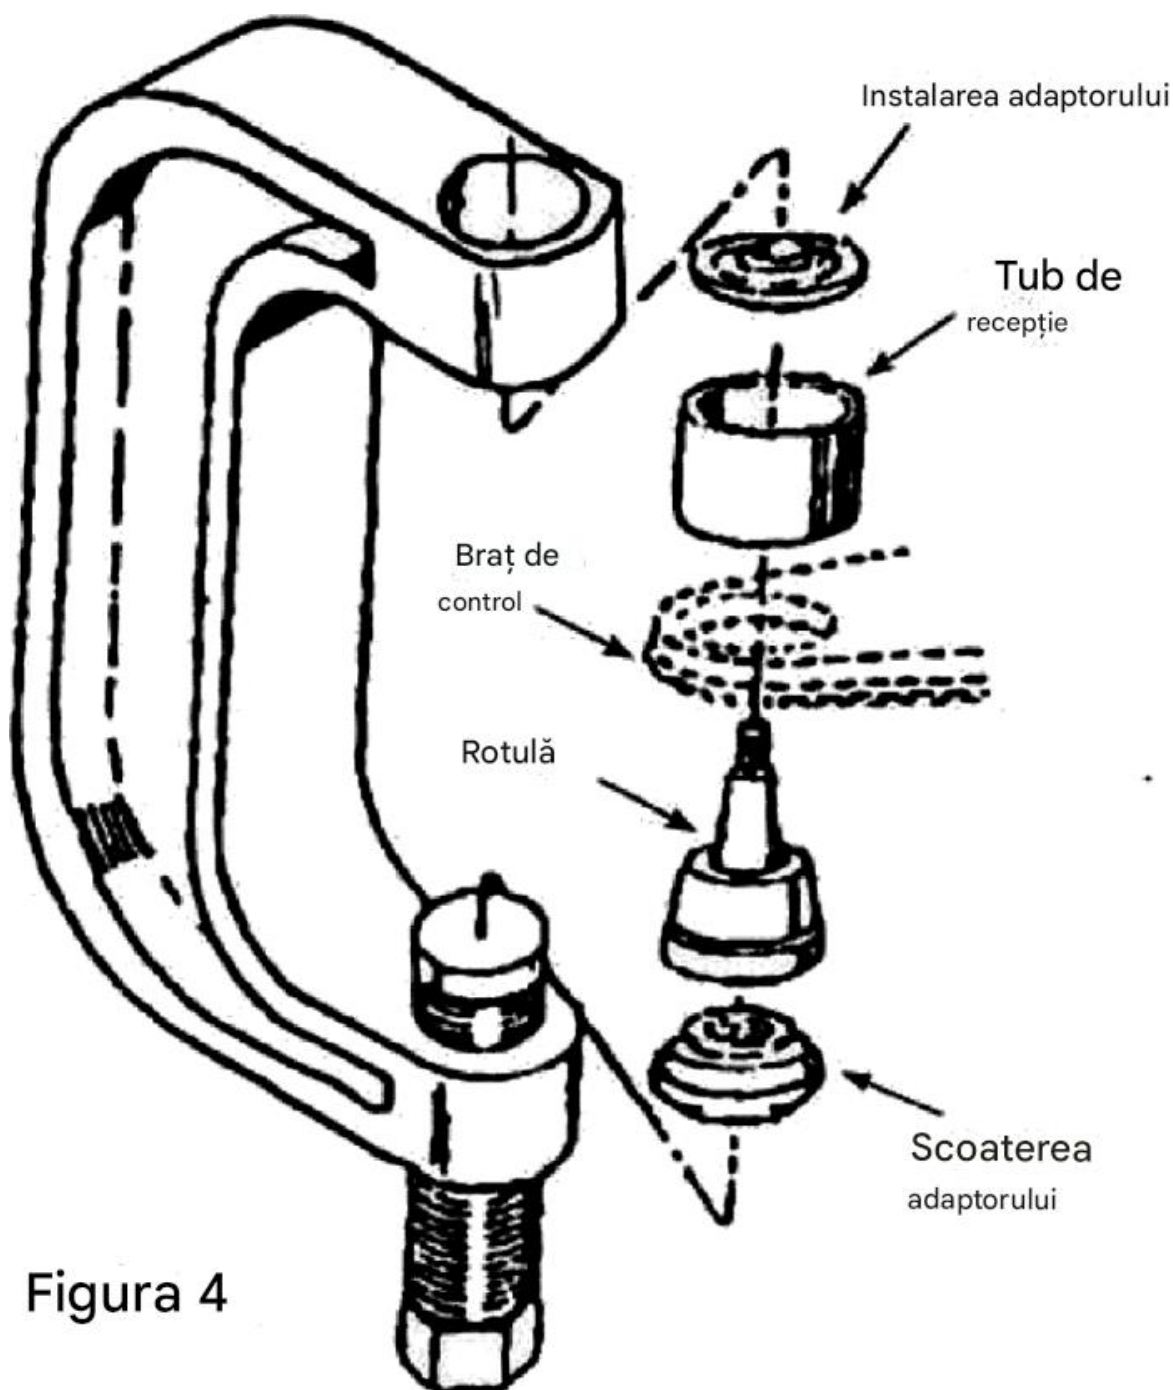

Figura 4
3. Asamblați elementul de presiune al articulației sferice, așa cum este arătat în figura 4. Așezați tubul de recepție și strângeți șurubul de presiune. Verificați alinierea tuturor uneltelor și componentelor, apoi continuați să strângeți șurubul de presiune până când articulația sferică este bine fixată.